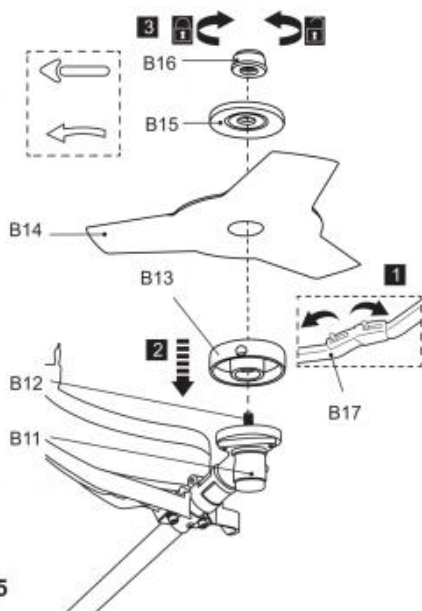

Fig. 5
7) Dokręć nakrętkę (B16) w kierunku przeciwnym do ruchu wskazówek zegara, aby zabezpieczyć ostrze tnące, jednocześnie blokując wrzeciono (B12) kluczem imbusowym (E5). Następnie wyjmij klucz imbusowy (rys. 5).